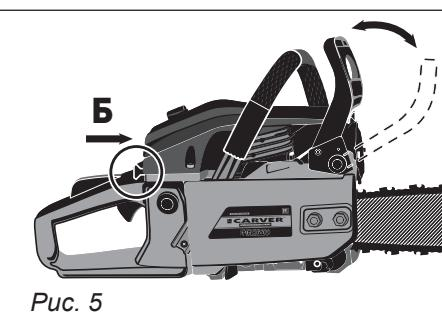

Рис. 5
6. Переведите рукоятку воздушной заслонки в положение «Б» - «рабочее положение», надавив на нее до упора (рис. 5).
запуске, повторите действие 10–15 раз, это поможет избавиться от излишков топлива в картере двигателя, установите свечу зажигания на место, переведите выключатель в положение «ВКЛЮЧЕНО», переведите воздушную заслонку в положение «ОТКРЫТО» см. рис. 5 (Б). Не производите подкачуку топлива с помощью праймера. Произведите запуск двигателя с помощью стартера. двигатель за пустится.